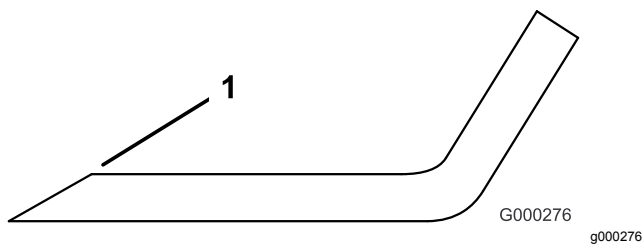

Figura 128
3. Inspeccione as extremidades de corte de todas as lâminas e afie-as se apresentarem sinais de desgaste ou ranhuras (Figura 128).
Nota: Afie apenas a zona superior da parte cortante e mantenha o ângulo de corte original para garantir um desempenho eficaz da lâmina (Figura 128). A lâmina manterá o equilíbrio se for retirada a mesma quantidade de metal de ambas as extremidades de corte.